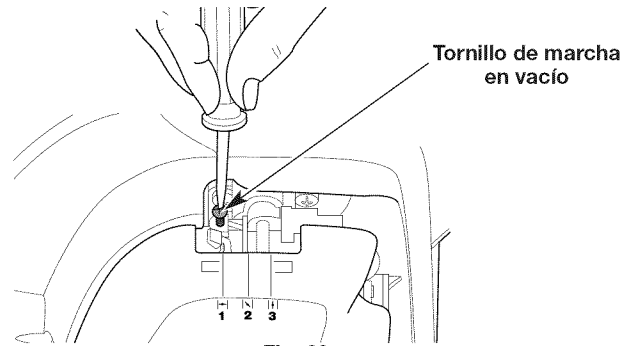

Fig. 23
2. Suelte el control del regulador y deje que el motor trabaje en vacío. Si el motor se apaga, use un destornillador pequeño Phillips para girar el tornillo de marcha en vacío en el sentido de las agujas del reloj, dándole 1/8 de vuelta cada vez (según sea necesario), hasta que el motor funcione en marcha en vacío sin inconvenientes (Fig. 23).
3. Si el motor entra en marcha en vacío muy rápidamente, gire el tornillo de marcha en vacío en sentido contrario a las agujas del reloj 1/8 de vuelta cada vez (según sea necesario) para reducir la marcha en vacío (Fig. 23).